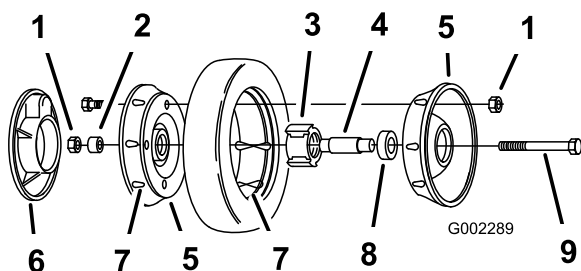

Figura 28
3. Retire el perno, el suplemento de la rueda y la contratuercas que monta la rueda al brazo de pivote (Figura 28).
4. Separe las mitades de la rueda del neumático retirando los 4 pernos y las 4 contratuercas (Figura 28).
Nota: Si retira los cojinetes del conjunto de cojinete/buje, retírelos apretando sobre el suplemento del cojinete (Figura 28).
1. Coloque el neumático en una mitad de rueda, alineando las orejetas en cada pieza (Figura 28).
que las patas del buje están posicionadas sobre la brida del hueco (Figura 28).
3. Coloque la otra mitad de la rueda sobre el conjunto cojinete/buje, alineando las orejetas de la rueda y del neumático y los taladros de montaje (Figura 28).
4. Usando 2 tornillos o pernos de rosca completa (1/4-20 x 1,50 pulgadas) y tuercas no de freno, conecte sin apretar las dos mitades de la rueda. Monte los tornillos o pernos en taladros opuestos (Figura 28).
5. Compruebe la alineación de todas las piezas y apriete los pernos, alternando de uno a otro para que el encaje sea uniforme, hasta que las mitades de la rueda estén juntas (Figura 28).
6. Instale los 2 pernos y 2 contratuercas que retiró anteriormente en los taladros restantes de las mitades de la rueda, y apriételos. Retire los dos tornillos o pernos largos y sustitúyalos por 2 pernos y 2 contratuercas (Figura 28).
7. Instale la rueda en el brazo de pivote con los pernos, un suplemento y una contratuercas. Asegúrese de que el suplemento está colocado entre el buje de la rueda y el brazo de pivote (Figura 28).